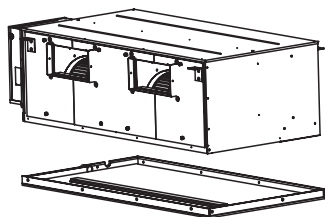

Рис. 11
- 6) Установите основание кондиционера, необходимо два человека (рис. 11).